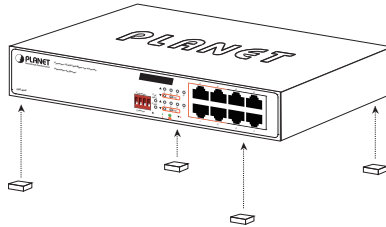

Figura 3-1: Colocación de los pies de goma en el GSD-804P
Paso 1: Coloque los pies de goma en las áreas empotradas en la parte inferior del GSD-804P, como se muestra en la Figura 3-1.